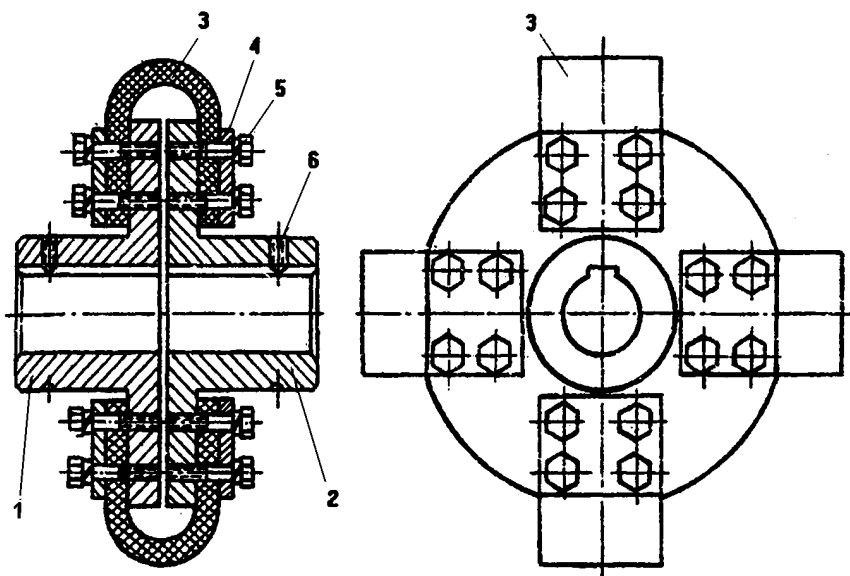

рис. 11
Для соединения вала электродвигателя с валом 8 теплогенератора лучше всего использовать самодельную упругую муфту, эскиз которой показан на рис. 11.
**Внимание!** Правильнее было бы учитывать не эффективное, а мгновенное напряжение (на рис. 11 и 12 видно, что для синусоидального напряжения мгновен-
**Внимание!** Необходимо взглянуть на рис.11 и рис.12.